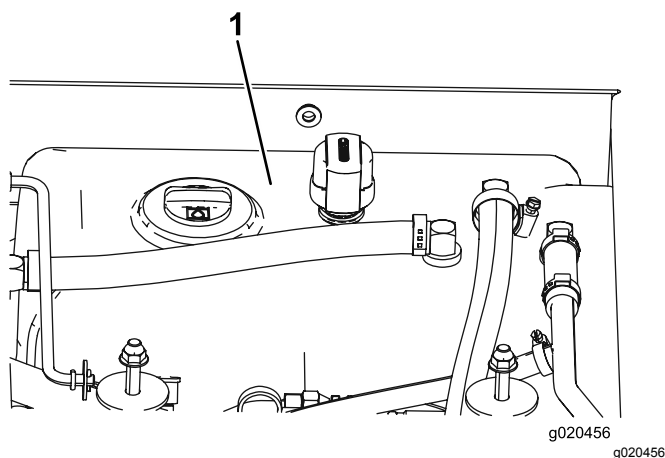

Bild 96
4. Füllen Sie den Hydraulikbehälter (Bild 96) mit Hydrauliköl, siehe Prüfen des Hydrauliköls (Seite 69).